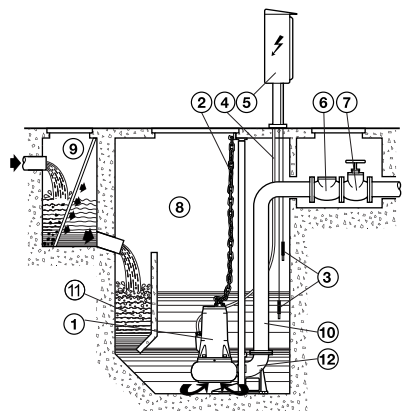

Fig. 6
- fixă cu electropompa poziționată pe piciorul de susținere blocat pe fundul puțului sau bazinului de colectare (fig. 6).
5.2.2 INSTALARE FIXĂ CU CARLIG AUTOMAT PE PICIORUL DE SUPT (FIG. 6)
În timpul funcționării electropompei trebuie să fie complet scufundată în lichidul pompat. Pentru pompele neprevăzute cu intrerupător automatic cu plutitor incorporat, este necesară instalarea unui sistem de control cu sonde (fig. 6) sau cu plutitor sau alte aparate care să asigure nivelul minim al lichidului și care să protejeze electropompa împotriva mersului pe uscat.